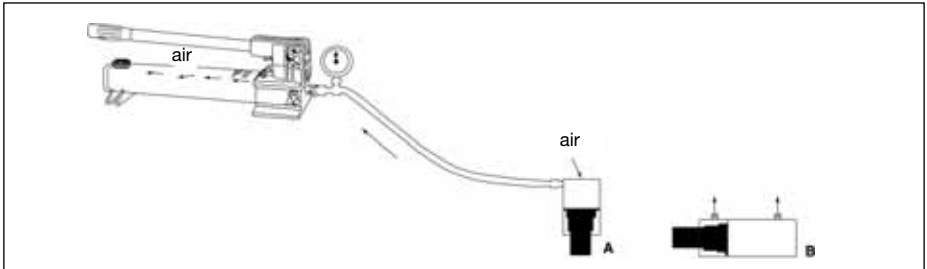

Figure 9
L'élimination de l'air du circuit hydraulique aide le vérin à sortir et rentrer en douceur. Voir figure 9.
6.1 Pompe associée à un vérin à simple effet (A)
- Positionner le vérin côté piston vers le bas (ou le haut s'il s'agit d'un vérin à traction). Voir figure 9.
6.2 Pompe associée à un vérin à double effet (B)
- Positionner le vérin en position horizontale, orifices vers le haut. Voir figure 9 ci-dessous.